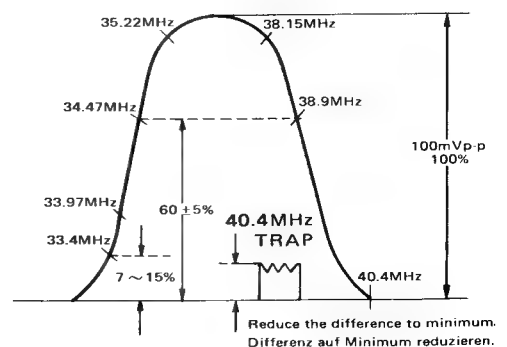

Fig. 22 Abb. 22
6. Adjust LT3 and T101 (Upper side core) for maximum around 36.7MHz and to achieve 38.9MHz and 34.47MHz in equal height in fig. 22.
6. LT3 und T101 (obere Kernstellung) auf Maximum um 36.7 MHz und gleiche Höhe bei 38.9 MHz und 34.47 MHz einstellen. (s. Abb. 22)